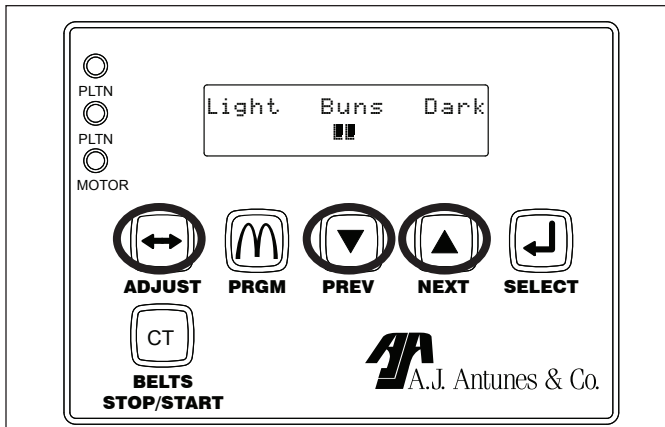

Figure 6. Réglage de la qualité du grillage
1. À l'arrière du panneau de commande, appuyer sur la touche **ADJUST** (ajuster), puis la relâcher (figure 6).
2. Utiliser les touches **PREV** (précédent) et **NEXT** (suivant) pour modifier la qualité du grillage à plus clair ou à plus foncé, respectivement (figure 6).